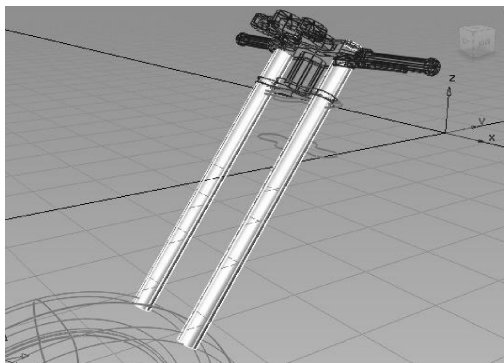
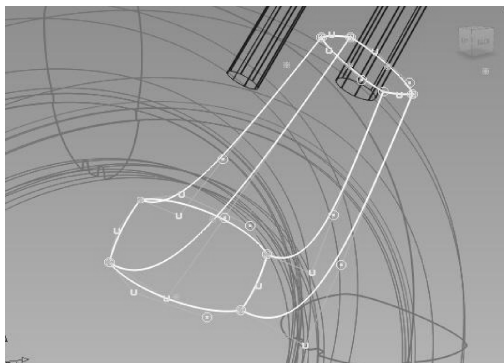

图 10-67 延长前轮连接杆
图 10-68 生成轮廓线和轨道曲线
- 05 选择【Extend】工具, 延长如图 10-67 所示前轮连接杆，然后选择【Edit Point Curve】工具, 生成如图 10-68 所示前轮连接件的轮廓线和轨道曲线。